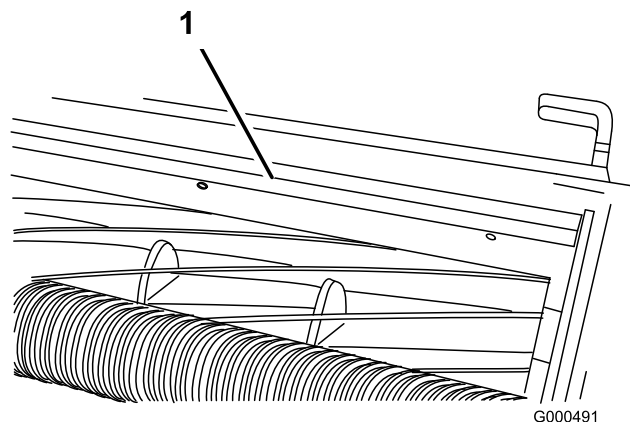

Figura 59
1. Allentate le viti che fissano la barra superiore (Figura 59) all'apparato di taglio.